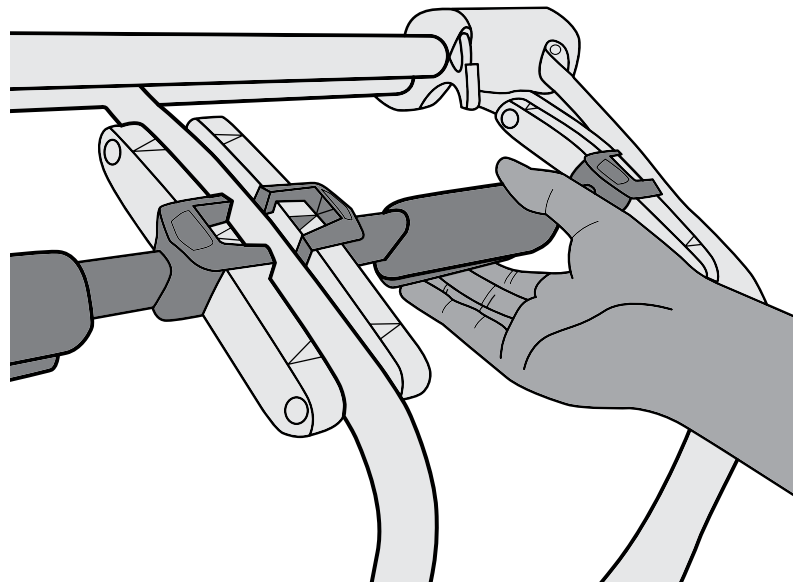

Abbildung 23
1. Um die individuell einstellbaren Rückenlehnen anzupassen, drücken Sie die gelbe Taste an der Unterseite der Sitzstütze, schieben Sie die Rückenlehne in die gewünschte Position und lassen Sie die gelbe Taste los (Abbildung 23).